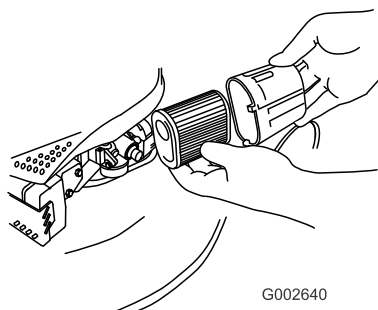

Figure 34
2. Tournez le couvercle du filtre à air pour le déposer (Figure 34).